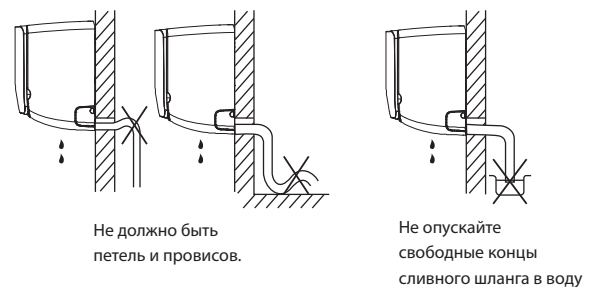

Рис. 5-7
- Установите трубу отвода конденсата под наклоном вниз. Не устанавливайте трубу отвода конденсата как показано на рис. 5-7.